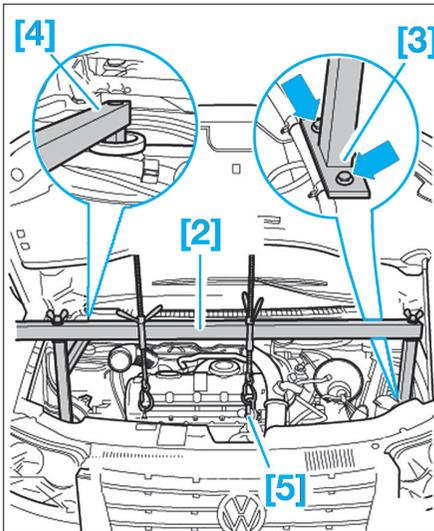

Fig. 8
- [2]. Dispositif de soutènement réf VW 10-222A (Fig.8)
- [3]. Adaptateurs réf VW 10-222A/14 (Fig.8)
- [4]. Adaptateurs réf VW 10-222A/15 (Fig.8)
- [5]. Adaptateurs réf VW 10-222A/12 (Fig.8)
- Mettre en place le dispositif de soutènement [2] en liaison avec les adaptateurs [3] et [4] (Fig.8).